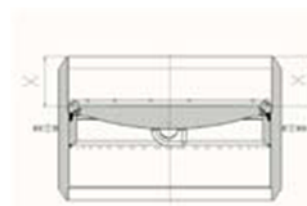
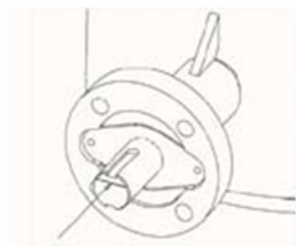

Fig. 1 Mätavstånd
Fig. 2 Markerat spår
2. Använd rattan för att vrida ventilen till stängt läge så att spjället är parallellt med tätningen. Kontrollera att det är rätt position genom att mäta avståndet X från ventilflänsen till spjällytan (Fig. 1). Avståndet måste vara lika på båda sidor av spjället. Spjällets position kan på ett ungefär definieras med hjälp av det markerade spåret på spindeländan (Fig. 2). Spjället är parallellt till det markerade spåret
1. Gränslägesbrytaren måste i stängt läge avbryta vridandet av spjället när denna är parallell med tätningen. Försäkra att spjället befinner sig i rätt läge genom att mäta avståndet X (Fig.1). Avståndet måste vara lika på båda sidor av spjället